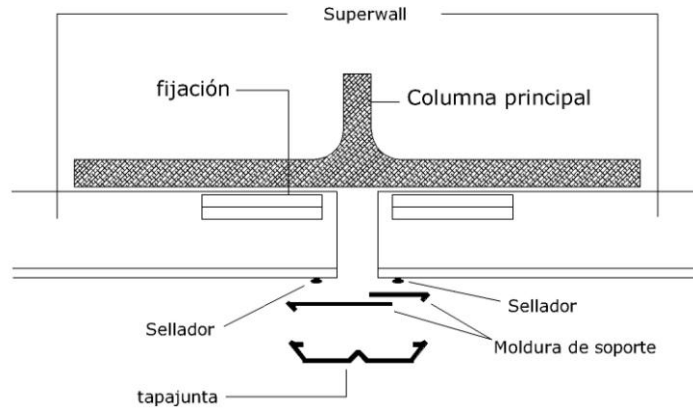

Fig. 21
- Completar las operaciones aplicando tapajuntas a presión (Fig. 21)